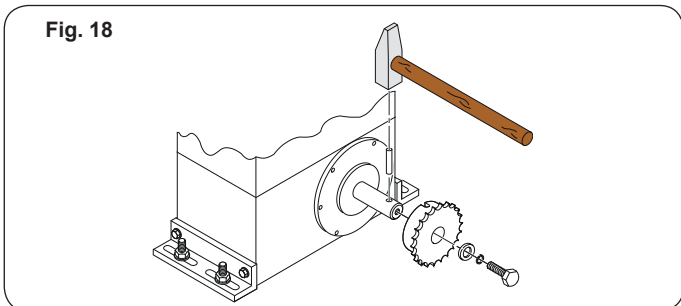

Fig. 18
4.5.1. MODEL 844 ER CAT (Figs. 18 & 19)